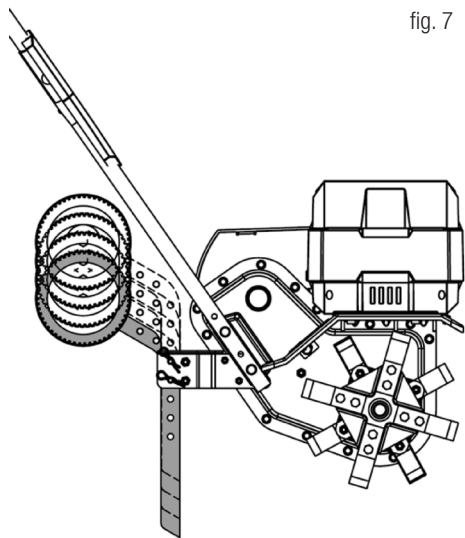

fig. 7
2. Le ruote di supporto possono essere ruotate, quindi è possibile utilizzare il tiraggio regolabile, regolare la profondità prima di lavorare. fig. 7.
Per mettere le ruote in posizione di lavoro togliere i perni e le spine e capovolgerle come indicato in fig. 7. Quindi riposizionare i bulloni all'altezza di lavoro desiderata e fissarli con i perni.